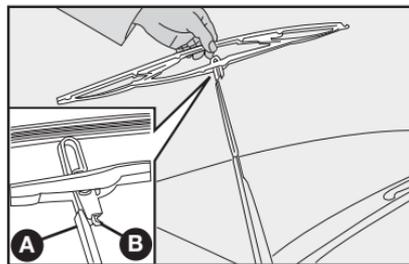

fig. 21
### Substituição das palhetas do limpador do para-brisa - fig. 21
2) Tirar a palheta apertando a trava **B**-fig. 21 na haste **A** e simultaneamente empurrando-a para baixo; a seguir, desengatar a palheta da haste **A**.